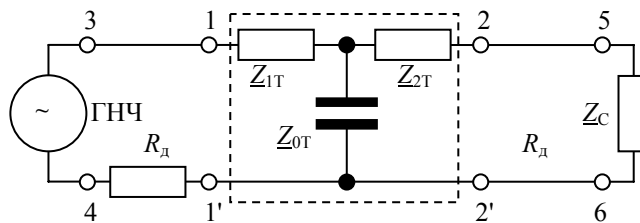

Рис. 2. Схема установки для исследования симметричного T-образного четырёхполюсника
1. Собрать цепь согласно рис. 2. В качестве  $Z_{1T}$ ,  $Z_{2T}$  и  $Z_{0T}$  взять резисторы и конденсатор из состава стенда, удовлетворяющие условию  $Z_{1T} \approx Z_{2T} \approx Z_{0T}$  на частоте 1 кГц. Нагрузку  $Z_C$  не подключать. В качестве датчиков тока  $R_d$  использовать низкоомные резисторы сопротивлением 0,5...1,0 Ом (знать точное значение не обязательно). Провести расчёты коэффициентов  $\underline{A}$ ,  $\underline{B}$ ,  $\underline{C}$ ,  $\underline{D}$ , а также параметров  $\underline{Z}_c$ ,  $a$  и  $b$  по значениям элементов на частоте 1 кГц. Установить выходное напряжение генератора в пределах 5...10 В, в дальнейшем поддерживать его постоянным.